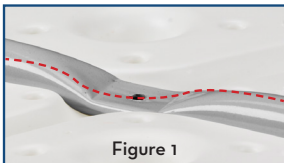
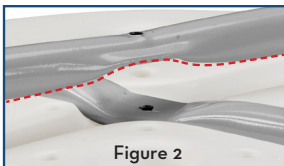

Figure 1
Figure 2
3. Aligner la section de jambe qui comporte la surface concave sur la face inférieure avec les trous de siège (figure 1). Aligner la section de jambe qui comporte la surface concave sur la face supérieure de la partie de jambe au-dessous (figure 2).